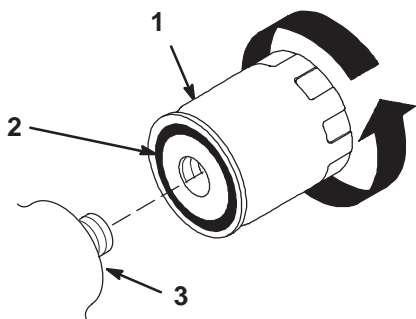

Bild 29
7. Ölen Sie die Gummidichtung am Austauschfilter (Bild 29) leicht mit Frischöl ein.
8. Drehen Sie den Austauschfilter auf den Anbaustutzen auf. Befestigen Sie ihn im Uhrzeigersinn, bis die Gummidichtung den Anbaustutzen berührt. Ziehen Sie ihn dann um eine weitere 1/2 Umdrehung fester (Bild 29).